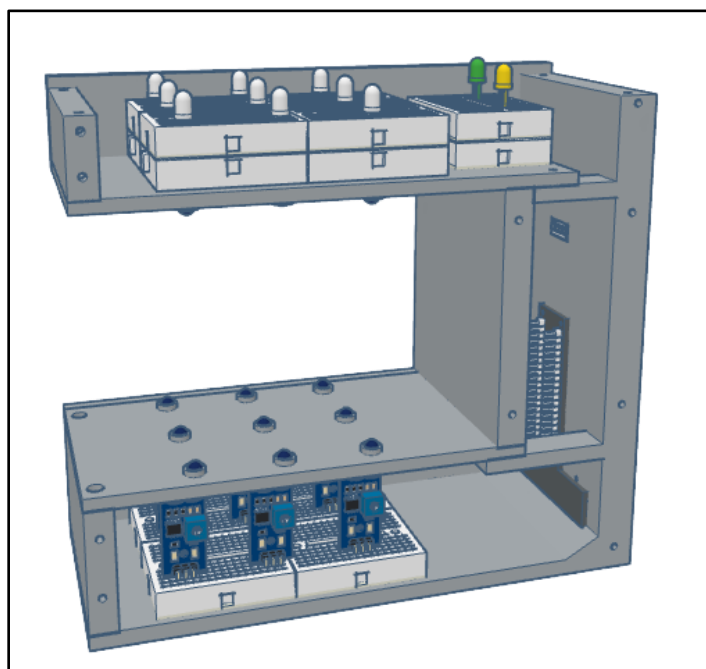

Рисунок 24. Крепление детали Р4.
- е. Присоедините деталь Р4, соединив её с Р2 и Р3 (**Рис. 24**). Это стабилизирует корпус и облегчит тестирование. Установка деталей Р5 и Р6, которые закроют РетнаБокс, должна быть выполнена позже, после подключения РетнаБокса к Raspberry Pi, проверки электроники и оптимизации чувствительности фотодиодов (см. ниже).